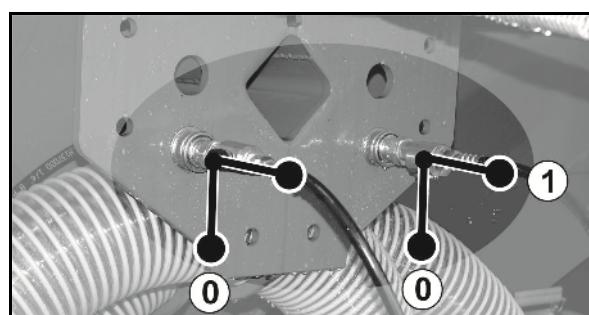

Рис. 104
- Откройте оба запорных крана "Складывание выравнивателя" (Рис. 104/1).